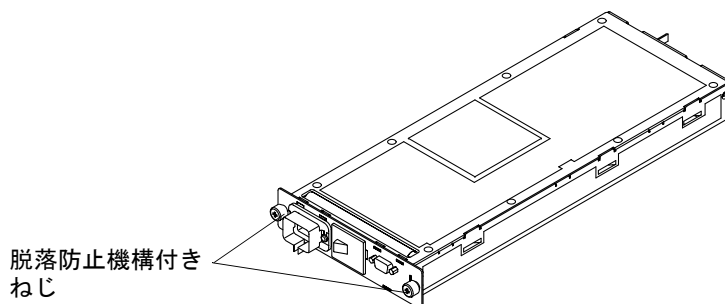

図 4-13 AC 入力ボックスの 2 本の脱落防止機構付きねじ — Sun Fire 6800 システム
4. AC 入力ボックスの 2 本の脱落防止機構付きねじを緩めます (図 4-13)。